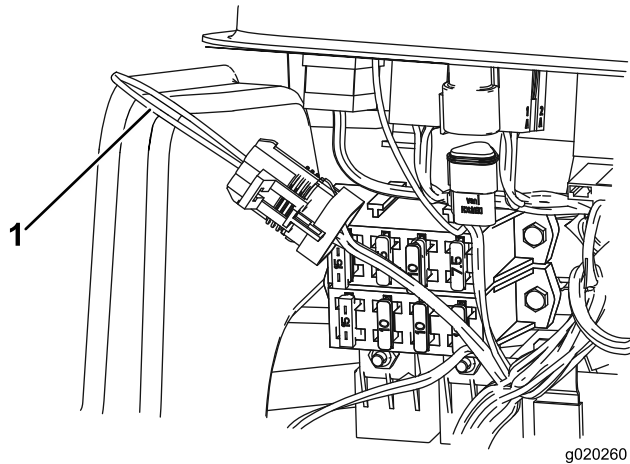

Bild 102
3. Ermitteln Sie den Kabelbaum und den Rückführungsstecker (Bild 102).